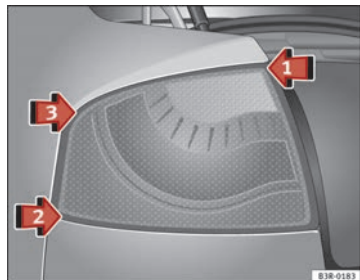
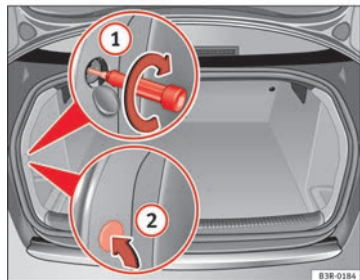

Abb. 215 Heckleuchte einbauen
Abb. 216 Gepäckraum: Lage der Befestigungsschraube für Heckleuchte
- Setzen Sie die Heckleuchte zuerst bei ⇒ Abb. 215 Pfeil ① in den Heckleuchtenträger ein.
- Drücken Sie die Heckleuchte in der Reihenfolge ② und ③ leicht an den Heckleuchtenträger, bis die Clips fest in den Gummilagern sitzen.
- Drücken Sie leicht auf die Oberseite der Heckleuchte und befestigen Sie diese vom Gepäckraum aus mit einem Schraubendreher ⇒ Abb. 216 ①.
- Die Abdeckung der Innenverkleidung ② wieder einsetzen.